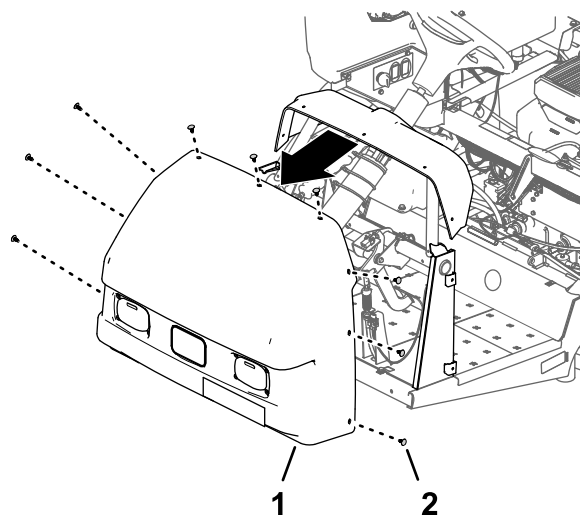

Рисунок 15
2. Удалите 9 вставных держателей, которые крепят капот к приборной панели и раме машины (Рисунок 15).
3. Снимите капот с машины (Рисунок 15).